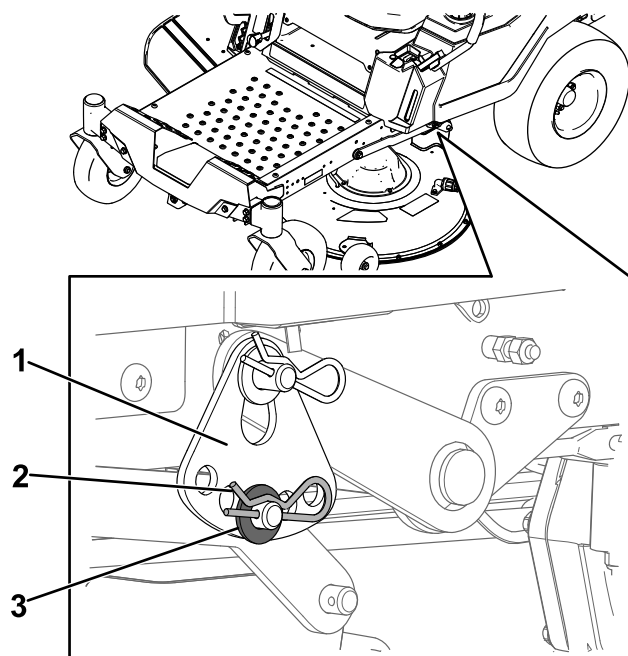

Figura 71
6. Retire la chaveta y la arandela del pasador inferior del brazo de elevación (Figura 71).